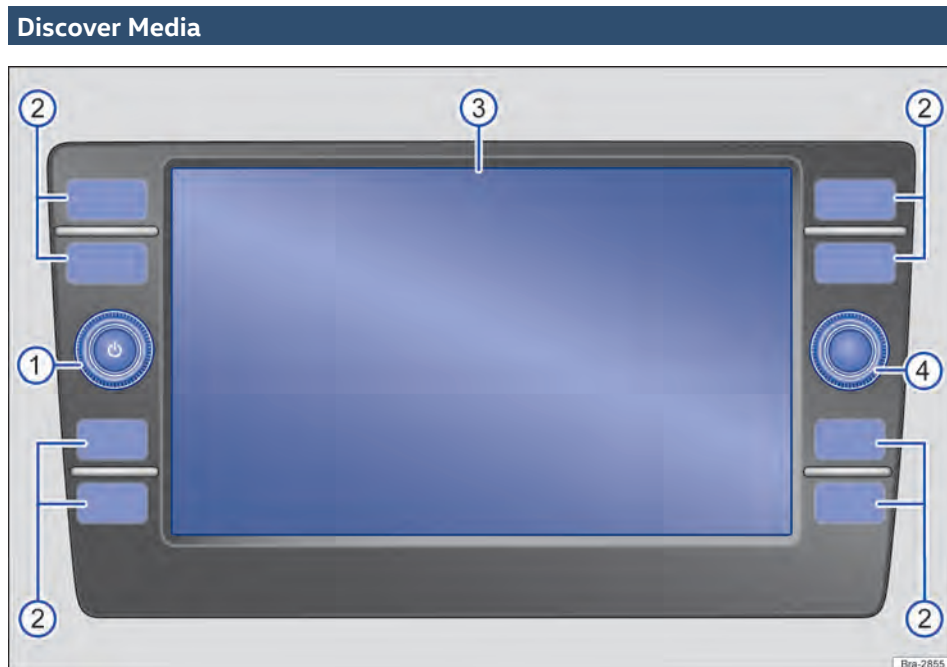

Fig. 125 Vista geral dos comandos.
O aparelho é fornecido em diferentes variantes, diferenciadas pela inscrição e função dos botões do rádio → Fig. 125 ②.
- ① **Botão rotativo e de pressão** :
- ② **Botões do rádio**: *pressionar* para acessar uma superfície de função.
- ③ **Display**: tela de toque.
- ④ **Botão de configurações**: a função depende da respectiva condição de operação.